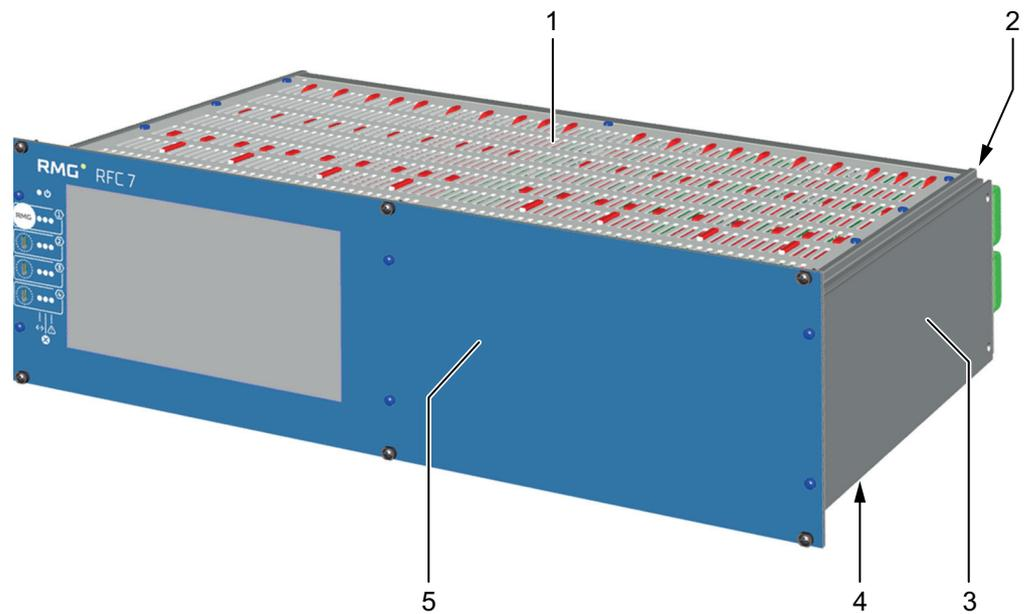

图 5: RFC 7 - 19" 壳体, 用于 3 至 4 个 Stream
- 19” 壳体，用于 3 – 4 个 **Stream**，见图 5